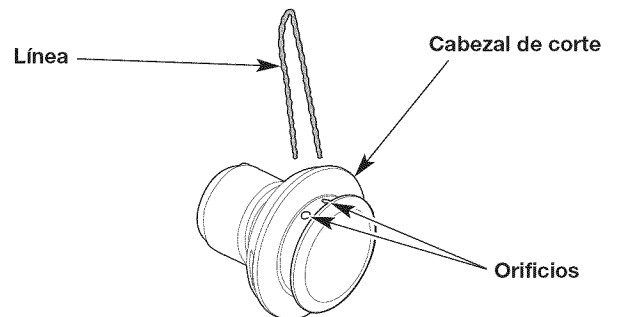
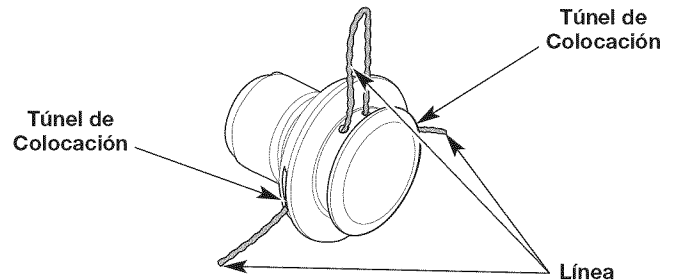

Fig. 13
Fig. 14
- Inserte los extremos de la línea en los orificios grandes ubicados al costado del cabezal de corte (Fig. 13). Empuje la línea a través de los orificios hasta que ambos extremos salgan de los túneles de colocación (Fig. 14).